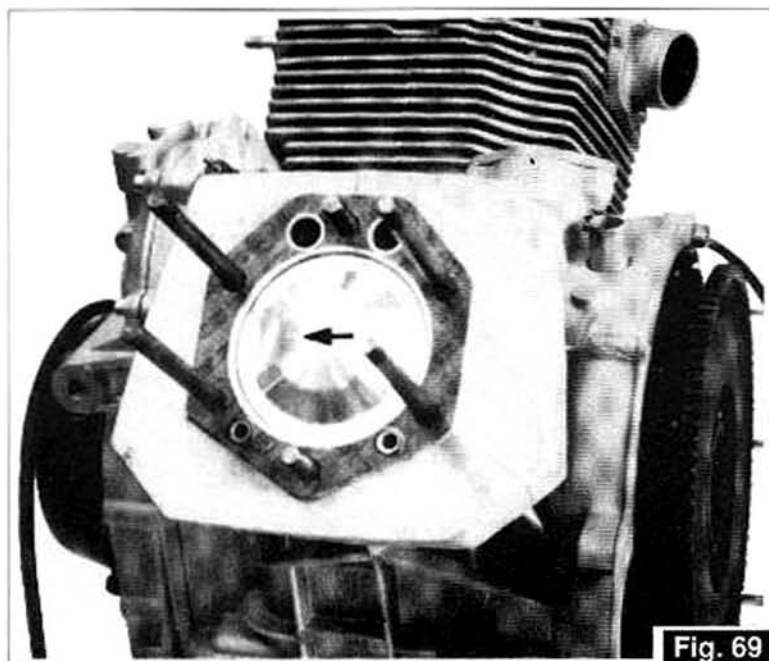
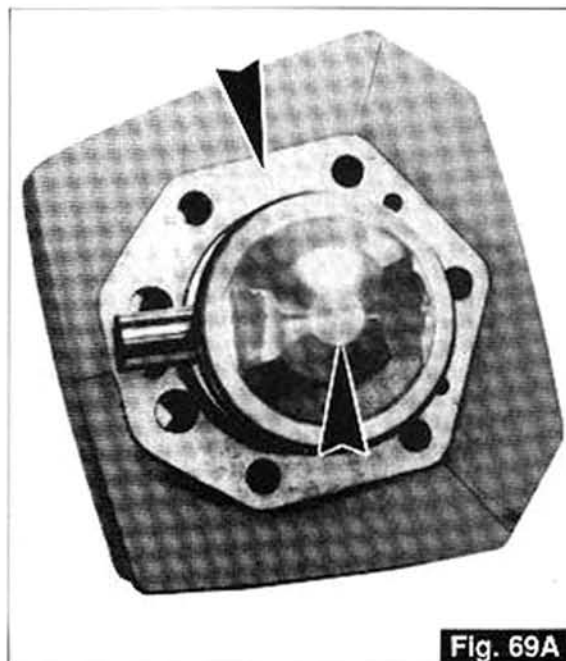

Fig. 69
Fig. 69A
- Le sens de montage du piston est indiqué par la flèche imprimée sur le piston (la flèche devra être tournée en avant, voir Fig. 69). L'ensemble cylindre et piston devra être accouplé sur la base de la classe de sélection imprimée sur les deux composants (A avec A, B avec B, C avec C) Fig. 69A.
- Die Montagerichtung des Kolbens wird vom auf diesen aufgestanzten Pfeil angezeigt (der Pfeil muß nach vorne gerichtet sein, siehe Abb. 69). Die Zylindereinheit und der Kolben müssen gemäß der Auswahlklassen, die auf diesen beiden Bestandteilen aufgestanzt sind, aneinander gekoppelt werden (A mit A, B mit B, C mit C) Abb. 69A.